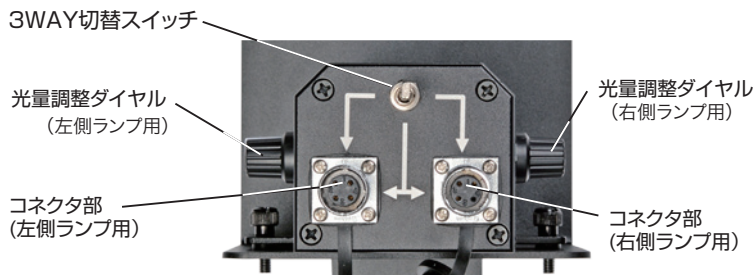

図4
- (6)電源スイッチを“ON”にします。3WAY切替スイッチを図4で右に倒せば右側のランプのみ発光、左に倒せば左側のランプのみ発光します。どちらにも倒さず中央位置にした場合は両方が発光します。それぞれの光量調整ダイヤルを時計回りに回し、適正な光量で使用してください。